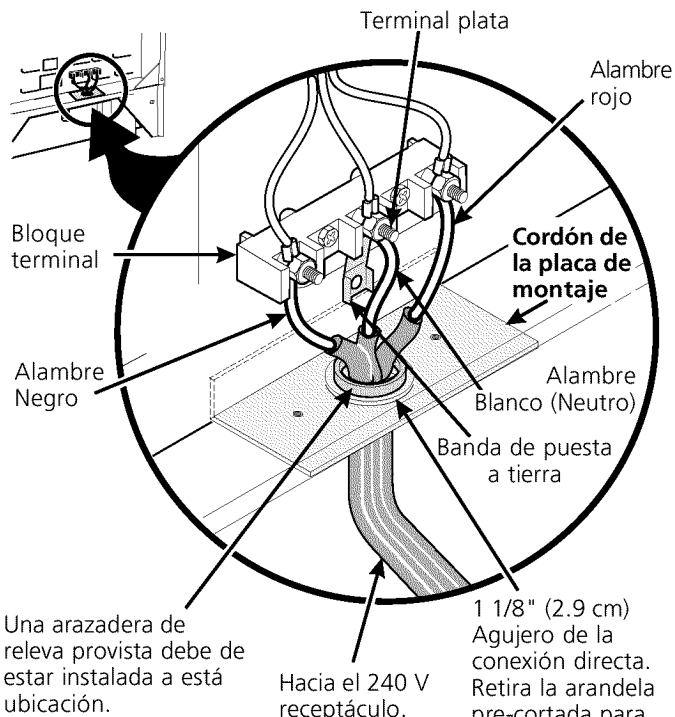

Figura 4
**Nota:** La cocina corrediza fuel dual viene de fabrica con un agujero d diámetro 1 1/8" (2.9 cm) como muestra en la figura 4. Si un agujero mas largo está necesario retire la arandela pre-cortada.
(Un cordón flexible o cable de 3 conductores debe de ser reemplazado con un cordón flexible o cable de 4 conductores donde la conexión del conductor a tierra al neutro esta prohibida en las nuevas instalaciones, las casas sobre ruedas, los vehículos de recreación o otras áreas donde los códigos locales no permiten la conexión a tierra al neutro.) si los códigos locales permiten la conexión del conductor de tierra del marco con el alambre neutro del cordón eléctrico de cobre (vea Figura 4).